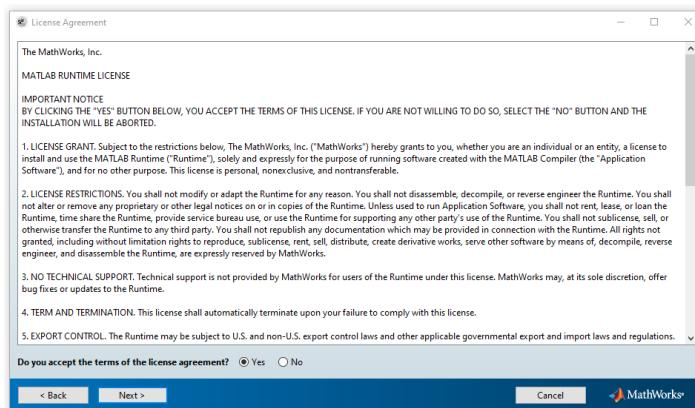

Figura 2-5 Ventana términos de licencia de MathWorks
- Cuando se encuentre en la ventana de términos de licencia (ver Figura 2-5), lea detenidamente los términos indicados por MathWorks y seleccione la opción **Yes**. Seguidamente, haga clic en el botón **Next >**